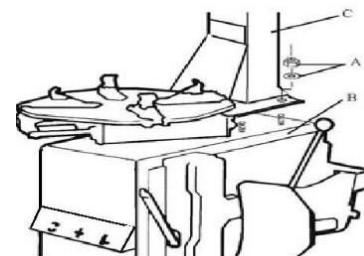

Fig 3
2. Dévissez l'écrou A du boîtier B comme illustré sur la Fig 3. Soulevez la colonne C, montez-la sur le corps de la machine B en utilisant l'écrou A à travers le boulon situé sur le corps de la machine B. Si la colonne se desserre après une période d'utilisation, serrez-la immédiatement pour éviter des dommages aux pneus.